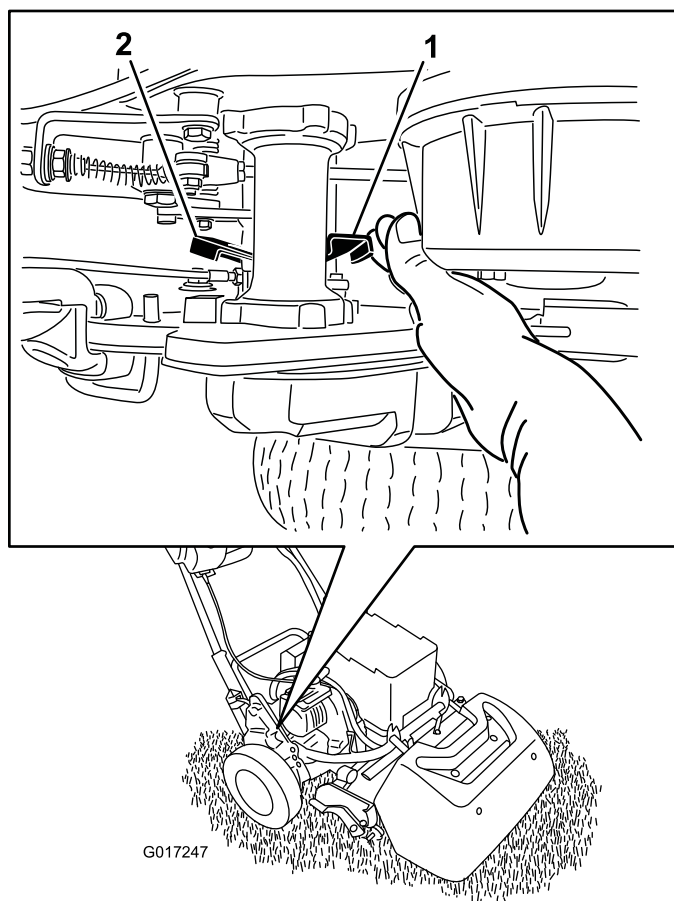

图33
1. 在机器的右后角、找到靠近驱动装置壳体轮鼓的牵引接合/分离控制杆（图33）。